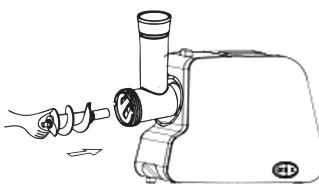

рис. 2
7.1.2 Поместите шнек в горловину узким концом вперёд и слегка проверните его пока он не войдет в тесный контакт с приводом электродвигателя (рис.2).